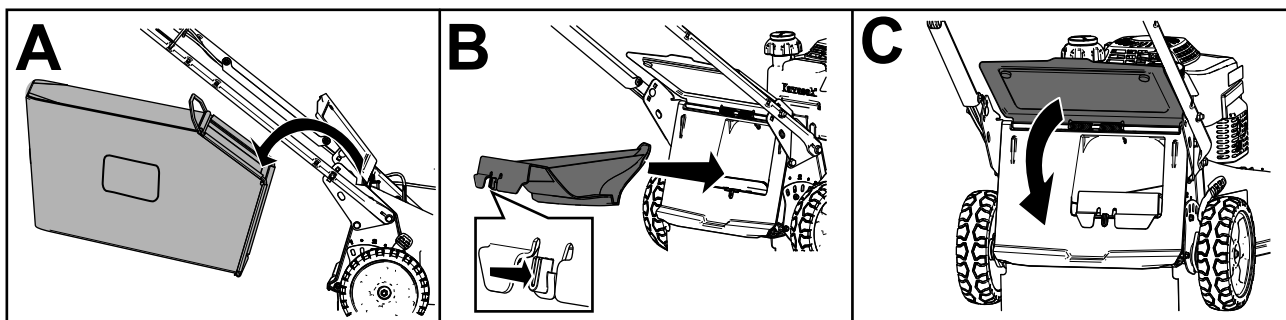

Figura 16
- Se il cesto di raccolta è montato sulla macchina, rimuovetelo (A di Figura 16).
- Se il coperchio dello scarico posteriore non è installato, afferratelo dalla maniglia, sollevate il deflettore posteriore e inseritelo nel camino di scarico posteriore fino a bloccare il fermo in posizione (B di Figura 16).
3. Rimuovete l'asta sul cesto di raccolta dalle tacche alla base della stegola (A di Figura 16).
4. Installate il coperchio di scarico (B di Figura 16).
5. Abbassate il deflettore posteriore (C di Figura 16).